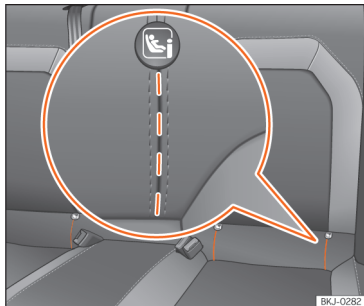

Fig. 35 Banco traseiro: ranhuras recortadas para aceder aos anéis de fixação ISOFIX/iSize.
A localização dos pontos de fixação ISO-FIX ou i-Size está indicada com um símbolo »» **Fig. 35**. Em alguns veículos, os anéis estão fixos à armação do banco e noutros ao piso traseiro.
- Proceda previamente à abertura manual do recorte situado atrás das ranhuras marcadas para ter acesso às argolas de fixação »» **Fig. 35**.